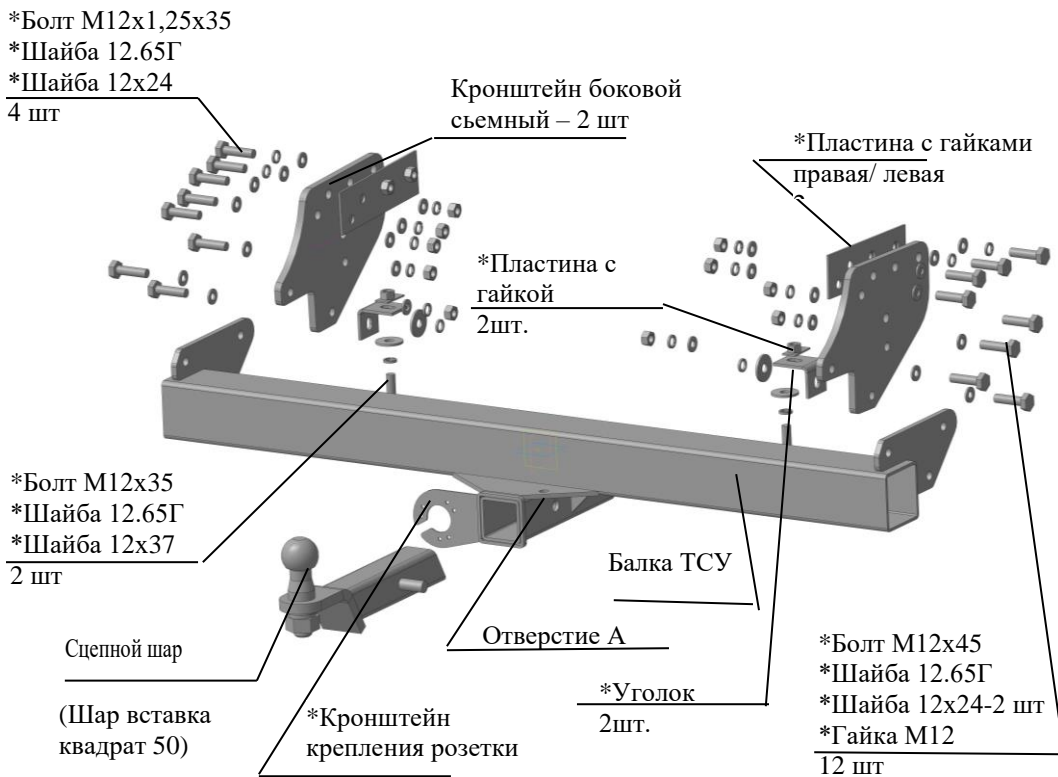

Рис.1 Тягово-сцепное устройство 7113.
2.1 ТСУ 7113 в сборе (рис.1)	1 шт.
2.2 Пакет с комплектующими (см. рис.1)	1 шт.